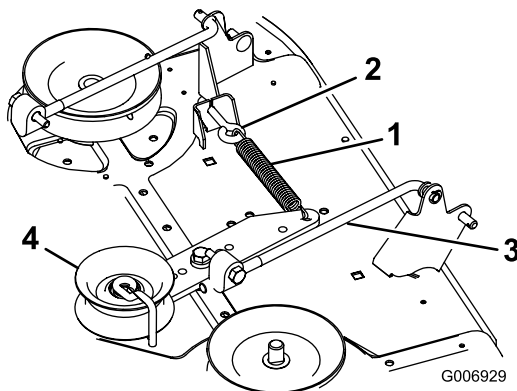

Bild 45
16. Haken Sie die Spannscheibenfeder vom Spannscheibenarm in den Augbolzen am Mähwerk (Bild 45).